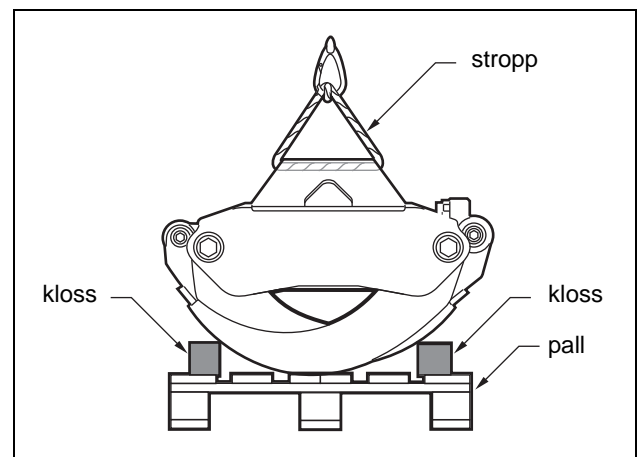

Fig. 10 Uppställning av griparen vid transport eller hantering
Obs! Spika klossar på pallen (underlaget) så att griparen ej rullar av vid transport eller hantering. Vira stropp runt stativet för säkert lyft. *Se Fig. 10.*
1. Placera griparen på stabilt underlag. *Se Fig. 10.*